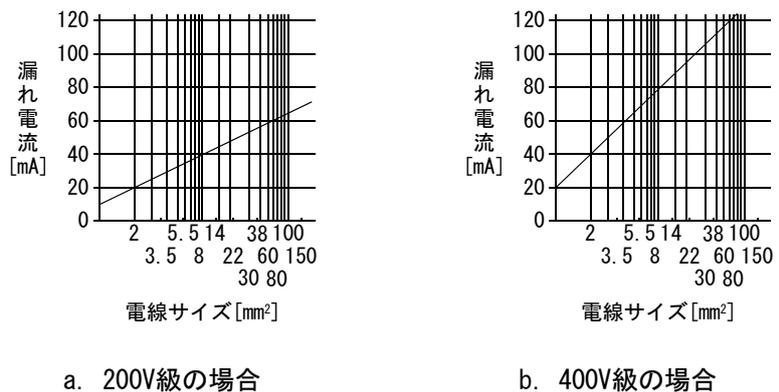

図12.3 CVケーブルを金属配線した場合の1kmあたりの漏れ電流例(I_{g1}, I_{g2})
- I_{g1} : 漏電ブレーカからドライバ入力端子までの電路の漏れ電流 (図12.3から求めます)
- I_{g2} : ドライバ出力端子からサーボモータまでの電路の漏れ電流 (図12.3から求めます)